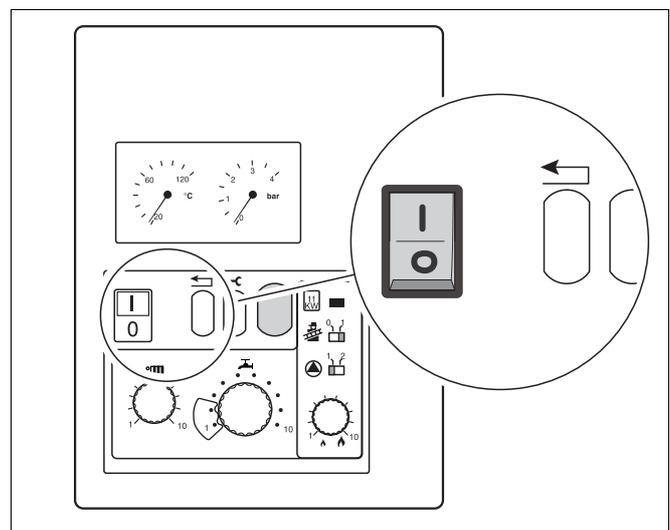

Abb. 26 Brenner zünden
- Netzstecker einstecken und Netzschalter auf Stellung "I" stellen (Abb. 26). Nach einer Wartezeit von ca. 30 s zündet der Brenner.